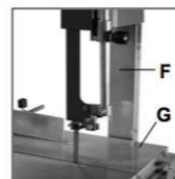

Figure 5
Retirez ensuite le protège-lame (F) et la plaque de protection supérieure (G) (Figure 5). REMARQUE: pour de meilleurs résultats, placez-vous à l'avant gauche du tableau tout en effectuant les étapes suivantes.